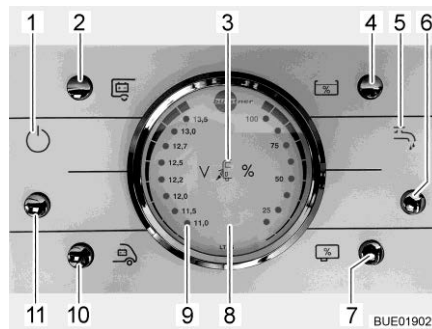

Bild 183 Panel LT 96
Knappen (Bild 183,11) kopplar till och från panelen och 12 V-försörjningen till bodelen.
Slå på: ■ Tryck på knappen (Bild 183,11): 12 V-försörjningen för bodelen är påslagen. Kontrollampan (Bild 183,1) lyser.
Slå från: ■ Tryck på knappen (Bild 183,11): 12 V-försörjningen för bodelen är avstängd. Kontrollampan (Bild 183,1) slocknar.
På instrument V/Tank (Bild 183,8) beakta vänstra skalan. Instrumentet belyses automatiskt, så snart en knapp trycks.
- Tryck på knappen (Bild 183,10): Startbatteriets spänning visas.
- Tryck på knappen (Bild 183,2): Bodelsbatteriets spänning visas.
På instrumentet V/tank kan vattennivån och avloppsvattennivån avläsas. På instrument V/Tank (Bild 183,8) beakta den högra skalan. Instrumentet belyses automatiskt, så snart en knapp trycks.
- Tryck på knappen (Bild 183,4): Vattenvolymen visas.
- Tryck på knappen (Bild 183,7): Avloppsvattenvolymen visas.
- Tryck på knappen (Bild 183,6): Vattenförsörjningen är aktiverad. Kontrollampa vattenpump (Bild 183,5) tänds.
- Tryck på knappen (Bild 183,6): Vattenförsörjningen är avstängd. Kontrollampa vattenpump (Bild 183,5) släcks.
Den röda varningslampan "ALARM" (Bild 183,9) blinkar så snart spänningen i bodelsbatteri har sjunkit till under 11 V (mätning under pågående drift) och risk för djupurladdning föreligger.
Kontrollampan 12 V (Bild 183,1) lyser då huvudbrytaren 12 V (Bild 183,11) är inkopplad.
230 V-kontrollampan (Bild 183,3) lyser när nätspänningen ligger på elblockets ingång.